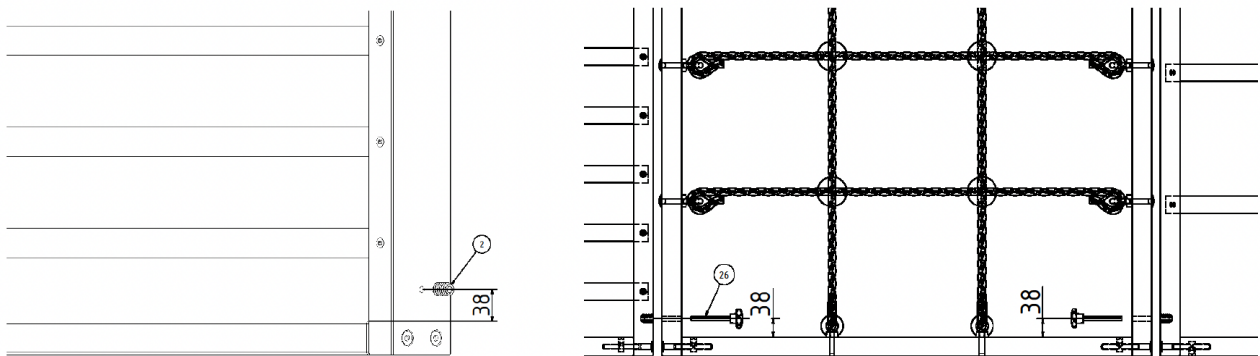

Abb. 6: Montage Gewindeeinsatz und Sterngriffschraube
Achtung: Im Fall einer Fußbodenheizung verzichten Sie auf die Bodenplatten und fixieren das mittlere TuWa-Element über Gewindeeinsätze (5) und Sterngriffschrauben (39) in den äußeren TuWa-Elementen (s. Abb. 6). Bohren Sie dafür in den äußeren beiden TuWa-Elementen auf den jeweils zur Mitte gerichteten Wangen etwa 38 mm über der unteren Wange eine Bohrung für den Gewindeeinsatz vor. Anschließend bohren Sie an den beiden Seitenwangen des mittleren Elements etwa 38 mm über der unteren Wange eine Durchgangsbohrung mit $\varnothing 10$ mm. Setzen Sie nun die Sterngriffschrauben zur Fixierung ein.